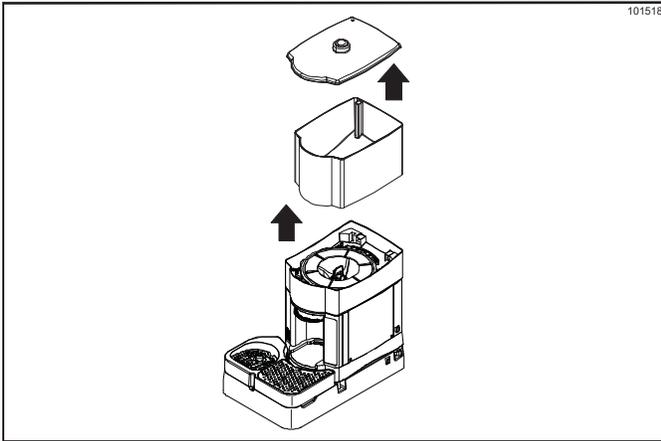

Figura 6-12
10. Retire el depósito de hielo y la tapa. Llévelos al fregadero de tres compartimentos para limpiarlos y desinfectarlos. (Véase la figura 6-12).